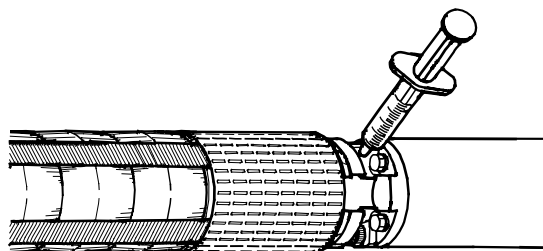

Fig. 7 Poziționați valva de umplere
2. Împingeți seringă în supapă și injectați lichidul, vezi fig. 7. Dacă conul supapei este prea îndepărtat, acesta ar putea fi deteriorat, provocând scurgerea lichidului.